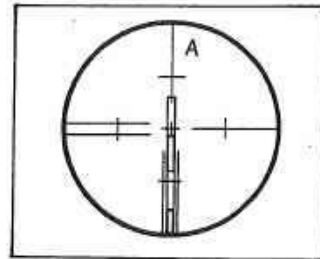

図23
- 2) 下部固定つまみ⑬、下部微動つまみ⑭を使って正確に目標Aを視準します。(図23)